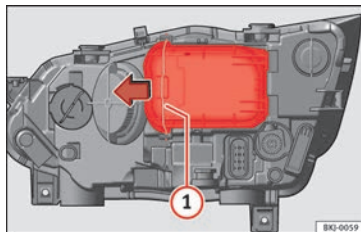

Fig. 110 Dans le compartiment moteur : retirer le cache.
- Déplacez le tirant » **fig. 110 1** dans le sens de la flèche puis retirez le cache.